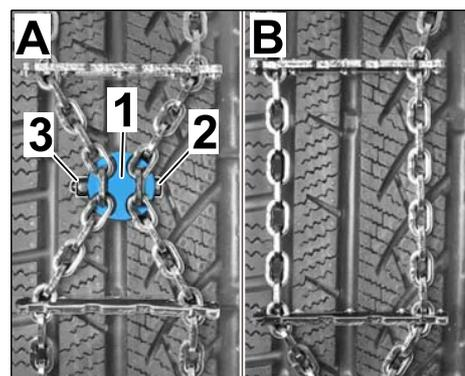

Fig. 3
- 1.6.1 "Raccourcir" la chaîne à neige (⇒ Fig. 3-A):
- 1.6.2 "Rallonger" la chaîne à neige (⇒ Fig. 3-B):